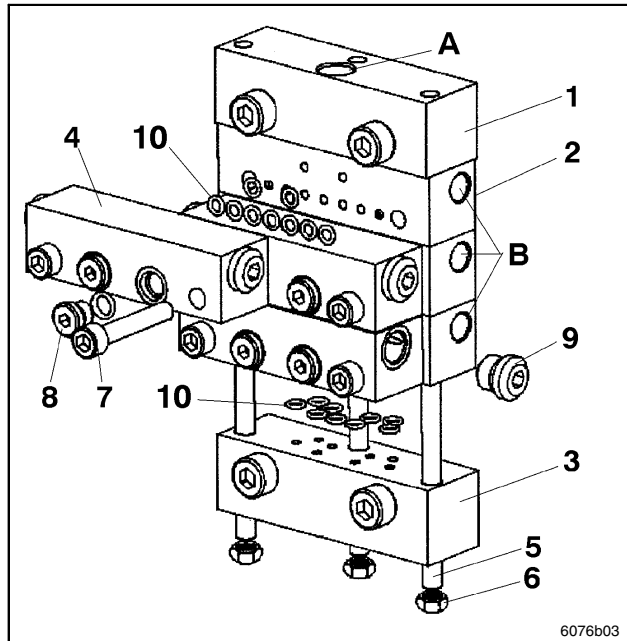

Abb. 6 Aufbau eines MC²-Verteilers
- Einlassblock (1)
- 3 bis 8 Basiselemente (2) mit jeweils 2 Schmierstoffauslässen und 2 integrierten Rückschlagventilen
- Endblock (3)
- 3 Zugstangen (5) mit Muttern (6)
Die verschiedenen Komponenten der Grundplatte (1, 2, 3) werden durch drei Zugstangen (5) mit Muttern (6) zusammengehalten und mittels O-Ringen (siehe Abb. 6, Pos. 10) untereinander abgedichtet.